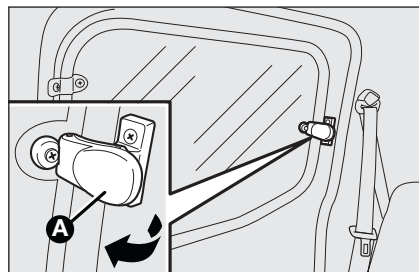

fig. 60
- ☐ Llevar la palanca **A-fig. 60** hacia afuera hasta lograr la apertura completa del vidrio.